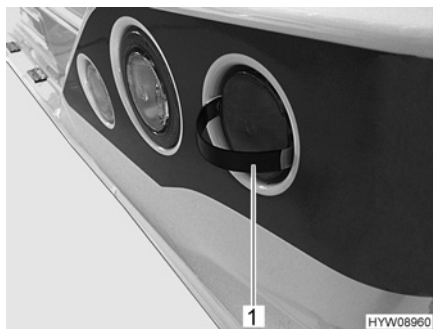

Bild 126 Ta av kåpan
- Stick in låstungor för det medlevererade verktyget (Bild 126,1) som beskrivs vid sidan av skyddet.